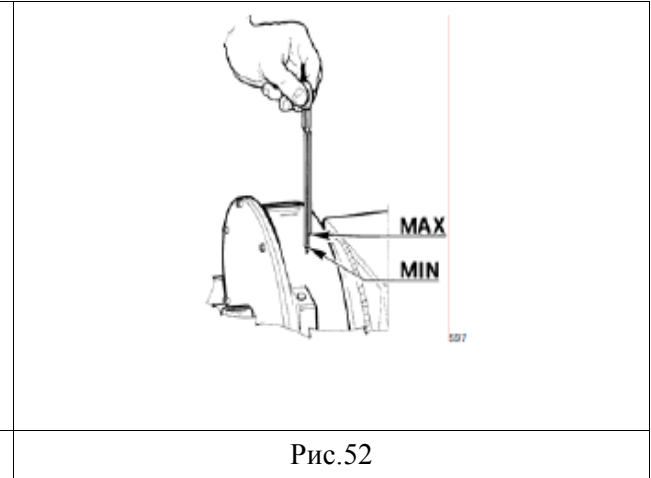

Рис.52
2. Ежемесячно контролируйте уровень масла в редукторе (Рис. 52). Рычаг монтажного инструмента должен находиться в крайнем нижнем положении во время обслуживания.